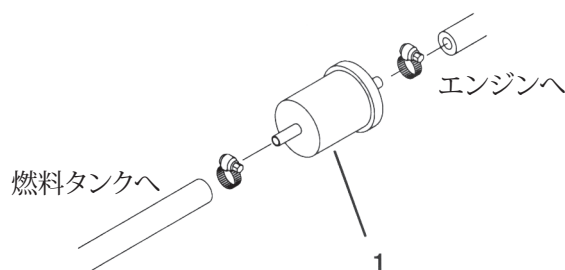

図49
燃料タンクと燃料ポンプとの間に燃料プレフィルタがあります(図49)。これも450運転時間または1年間のうち早く到達した時期に交換します。
1. フィルタを外した時に燃料がもれないように、フィルタ(図49)前後のホースにクランプを掛ける。